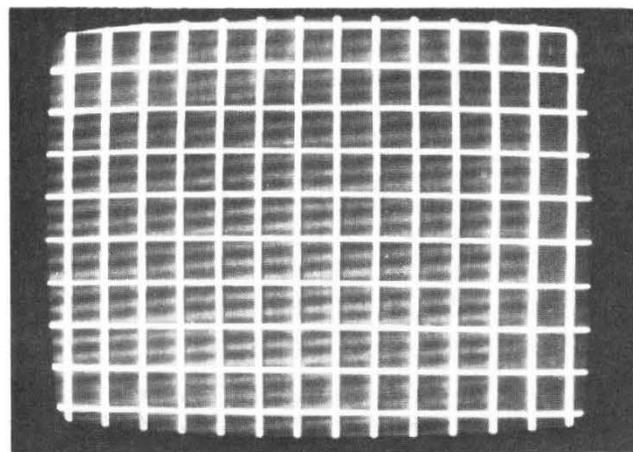

Fig. 11
- **La linéarité** : on enfonce la touche de convergence (CONV). L'image apparaissant sur l'écran est celle d'un quadrillage blanc sur fond noir. Cette même opération autorise le contrôle du cadrage (fig. 11).